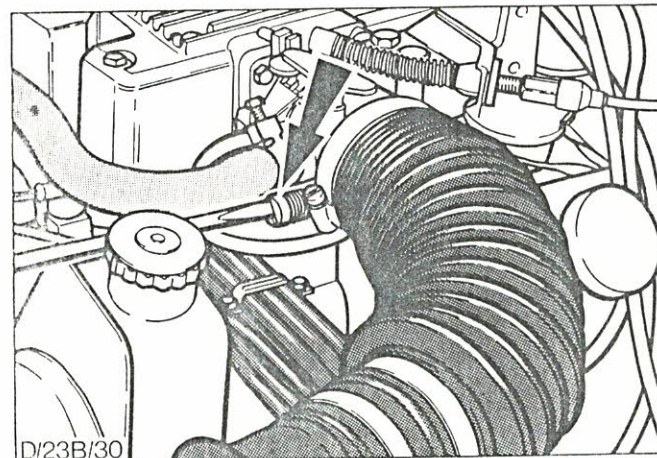

Abb.70 Einstellschraube - Leerlaufdrehzahl
6. Leerlaufdrehzahl-Einstellschraube, Abb.70, auf die vorgeschriebene Leerlaufdrehzahl einstellen, siehe Technische Daten.